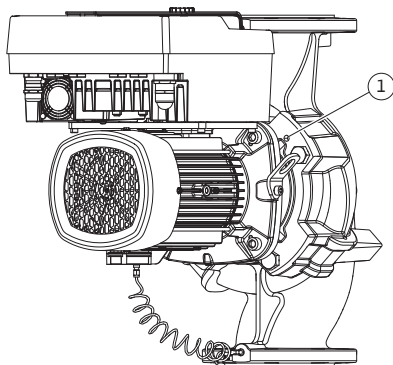

Fig. 11: Tryck bort instickssatsen via gänghålen (DN 100...DN 125)
Vid pumptyper Fig. II och Fig. III (DN 100...DN 125), använd de två gänghålen (Fig. 11, pos. 1). Använd därmed lämpliga skruvar som tillhandahålls på plats (t.ex. M10 x 25 mm).
5. Tryck bort instickssatsen (se Fig. 4) från pumphuset. Använd de två gänghål (se Fig. 11) för detta. Skruva in M10-skruvar av lämplig längd i gänghål för att lossa fästet.
7. Lossa de två fastsittande skruvarna på skyddsplattan (Fig. II, pos. 27) och ta bort skyddsplattan.
8. För in en blocknyckel med nyckelvidd på 27 mm i lanternans öppning och håll fast axeln mot nyckelytorna (Fig. II, pos. 16). Skruva ur pumphjulsmuttern (Fig. II, pos. 22). Lossa pumphjulet (Fig. II, pos. 21) från axeln med en avdragare.
9. Lossa differenstrycksgivarens hållplatta (Fig. I, pos. 13) från motorflänsen genom att lossa skruven (Fig. II, pos. 10). Låt differenstrycksgivaren (Fig. I, pos. 8) med hållplatta (Fig. I, pos. 13) hänga på tryckmätningaledningarna (Fig. I, pos. 7). Koppla vid behov från differenstrycksgivarens anslutningskabel i elektronikmodulen.
10. Lossa skruvarna (Fig. II, pos. 10 och pos. 10a).
11. Lossa lanternan från motorcentreringen med en tvåarmsavdragare (universalavdragare) och dra bort den från axeln. Den mekaniska tätningen (Fig. I, pos. 25) tas bort samtidigt. Se till att lanternan inte hamnar snett.
12. Om den mekaniska tätningen har skadats trycker du ut motringen (Fig. I, pos. 26) ur fästet i lanternan. Placera en ny motring i lanternan.